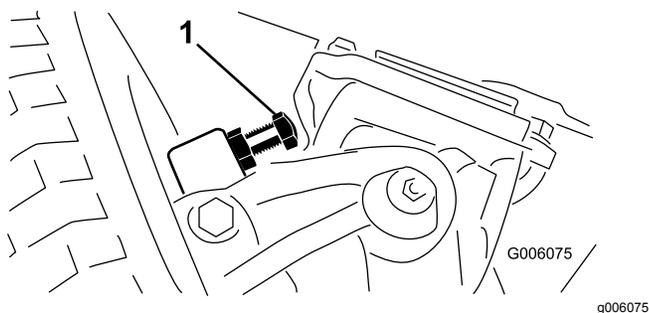

Figura 70
1. Aperte ou desaperte as cavilhas até alcançar uma folga de 2,3 mm; consulte Figura 70.